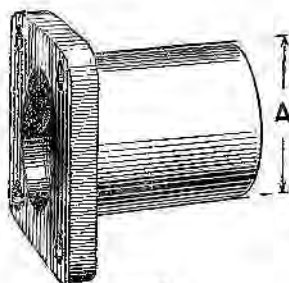

Fig. 13
- 1 raccord d'arrivée de gaz, droit ou coudé fig. 13 et 14
RACCORD D'ARRIVÉE DE GAZ : (fig 13 et 14)